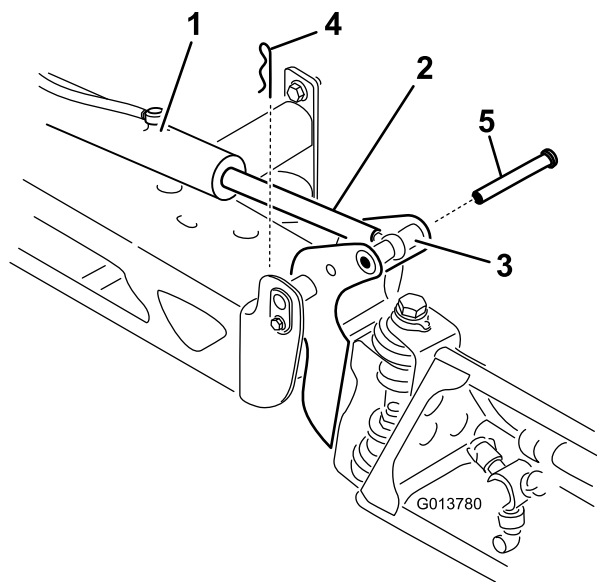

図 93
2. ピボットピンからコッターピンを抜き取る 図 93。
3. ブームを持ち上げて、ピンを外し 図 93、ブームをゆっくりと床面に降ろす。
9. ブームを支えながら、ブームのピボットとアクチュエータロッドにピンを通す (図 93)。